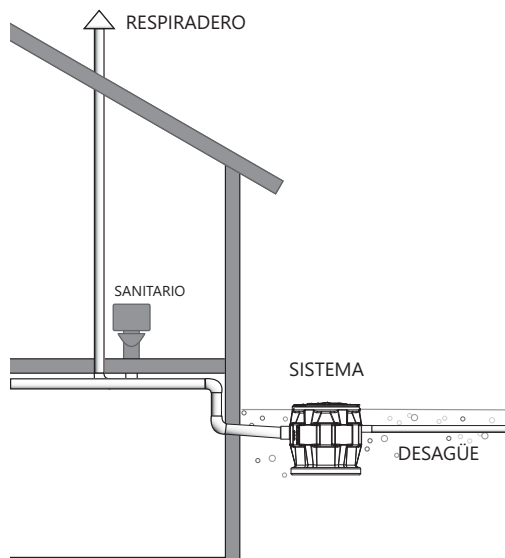

Figura 10. Ejemplo de ventilación alternativa Pro380SD
- F. **Ventilación:** en los modelos de descarga vertical de las series Pro370 y 380, se proporciona una conexión roscada de 2" o 3" en la parte superior de la cubierta. La ventilación se debe canalizar a la ventilación existente del edificio, o extenderse afuera en su propio tubo vertical. En los sistemas de descarga vertical y lateral, el tamaño de ventilación debe ser de acuerdo con los códigos aplicables, pero no menor que el tamaño de descarga. Vea la Figura 10 un ejemplo de ventilación a través de la tubería de entrada como una solución alternativa.